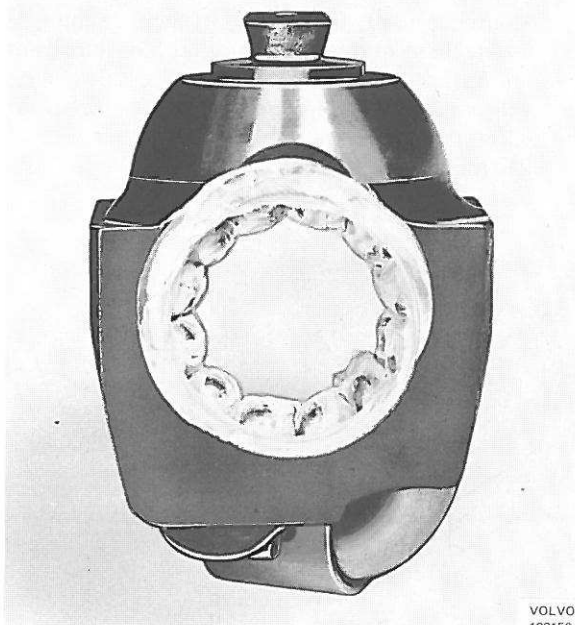

Figure 67. Ecrrou à recirculation de billes
2. Mettre les 27 billes (7,93 mm) dans l'écrou à recirculation de billes (21) en les fixant avec de la graisse (figure 67). Visser la vis sans fin de direction (19) dans l'écrou à recirculation de billes. En vérifier le fonctionnement.